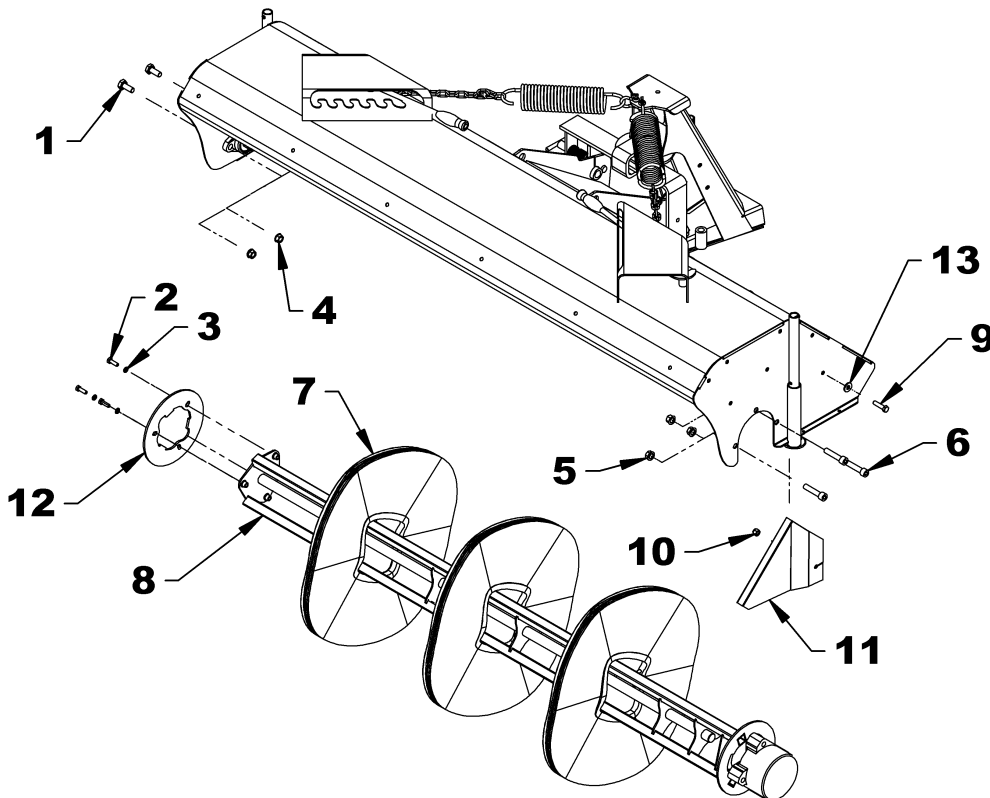

Figure 16
Remplacement de la Brosse (Figure 16)
8. Retirer les brosses (item 7) en les glissant une à la fois vers l'extérieur du support de brosses.
9. **Figure 16-16A:** Installer chaque brosse (item 7) dans le sens opposé à celle voisine (voir Figure 16a). Les deux tiges de chaque brosse (fig.16a, item 15) servant de fixation sur le support de brosses doivent être alternées de 120° (1/3 de tour) afin d'avoir une répartition équilibrée sur chacun des trois tubes carrés du support de brosses, identifié par l'item 8 sur la figure 16.